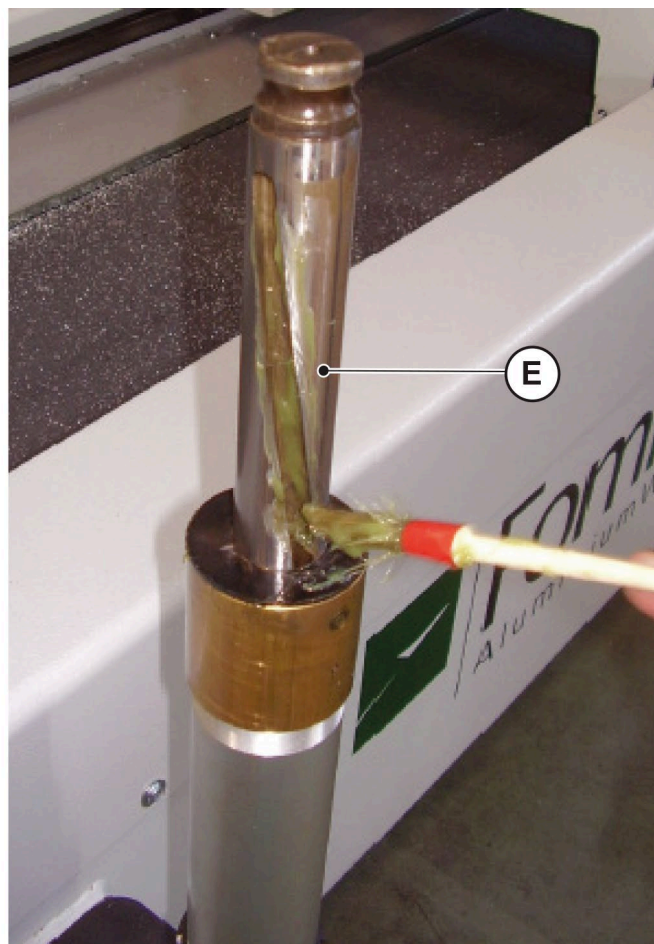

Fig. 09-07
- efetue a lubrificação dentro da ranhura “E” (**Fig. 09-07**);